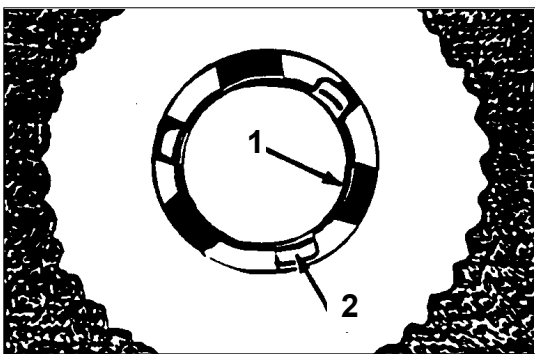

Figure 3
5. Align the lugs (1) on the locking plate into the pad driver adapter openings (2). See figure 3.
5. Inserte el arrastre central del cepillo sobre el acoplamiento de la máquina. (Véase fig. 3)
5. Insérer l'entraînement central de la brosse sur l'accouplement de la machine.(Voir fig. 3)